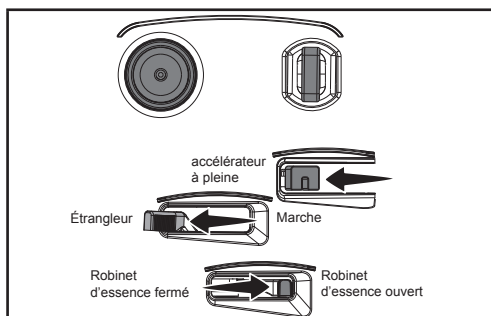

Figure 12A
1. Assurez-vous que la clé de sécurité du moteur est insérée dans le trou pour clé (figure 12A).
2. Mettez le levier du robinet d'essence à la position ON (ouvert) (figure 12A).
- a. Pour démarrer un moteur froid, déplacez le levier de l'étrangleur sur la position Choke (étrangleur) (figure 12A).
4. Mettez le levier de l'accélérateur à pleine vitesse pour démarrer le moteur (figure 12A).